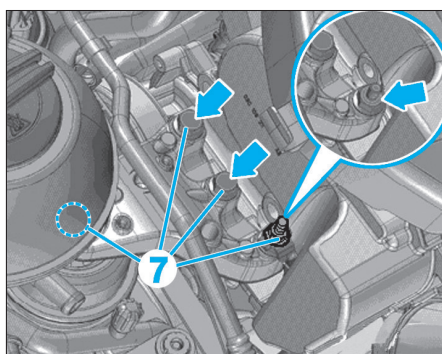

FIG. 8
- les vis (7) support moteur droit puis extraire le support (Fig.8),